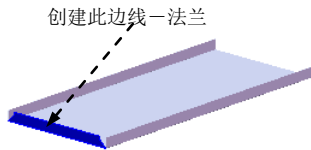

图 17.9.14 创建边线—法兰 3
Step4. 创建图 17.9.14 所示的边线—法兰 3。
(1) 选择命令。选择下拉菜单 **插入(I)** → **钣金(B)** →  **边线法兰(E)...** 命令, 系统弹出“边线法兰”对话框。